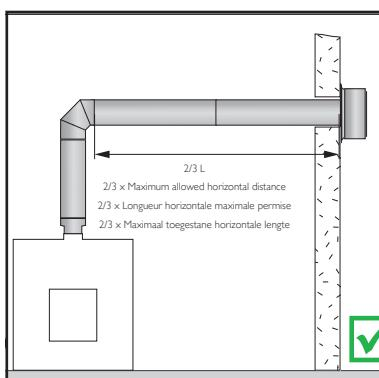

Fig. 2
- In addition to the general instructions mentioned above, there are also appliance-related instructions. They mainly concern the minimum and maximum permitted terminal lengths that still ensure the safe operation of the appliance. (Fig. 2)
- Les prescriptions générales susmentionnées sont complétées par des prescriptions spécifiques à chaque appareil. Il s'agit principalement de la longueur de conduit minimale et maximale autorisée pour que l'appareil fonctionne en toute sécurité. (Fig. 2)
- Oprócz wymagań ogólnych należy przestrzegać wytycznych wskazanych przez producenta urządzenia grzewczego. Instrukcja określa między innymi minimalną i maksymalną długość układu odprowadzania spalin, która zapewnia prawidłową pracę urządzenia (Fig. 2).
1. Use an extra tube (1) of non-combustible material, with a diameter of 250 mm.
2. Install a square casing (2) of non-combustible material, dimensions 250 x 250 mm.
- When mounting by the point as shown in figure 2, the tube (1) or square casing (2) must also be able to drain off to the outside to prevent rainwater from penetrating.
- In both cases use cover plates (3) USCP 10 or wall plates (3) USMPG 10 to center the terminal and to cover the hole.